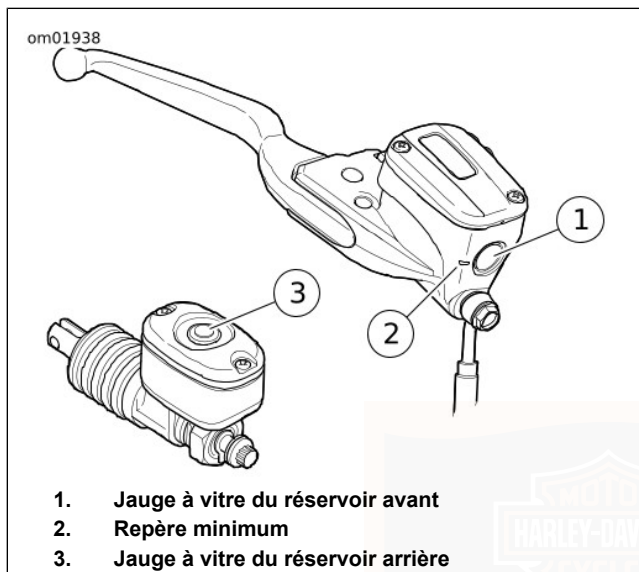

Figure 44. Réservoirs de liquide de frein
2. Voir Figure 44. Observer la jauge à vitre du réservoir.
- a. **Avant** : Vérifier que le liquide est visible par la jauge à vitre (1). Si le niveau du liquide se situe sous le repère minimum (2) ou n'est pas visible, consulter un concessionnaire Harley-Davidson.
- b. **Arrière** : Vérifier la présence de liquide. Si du liquide est présent, la jauge à vitre (3) est foncée. Si la jauge à vitre est claire, consulter un concessionnaire Harley-Davidson.